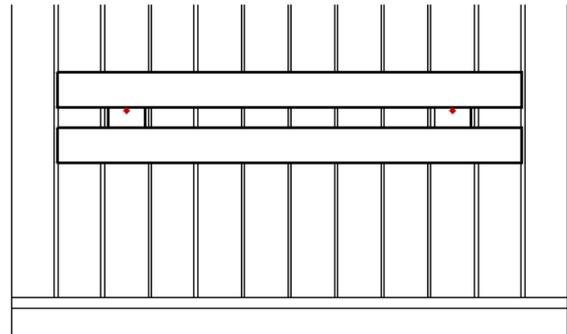

Abbildung 21
2. Rückenlehne mit Abstand 290 mm zur Oberkante-Bank ausrichten (Abbildung 21).